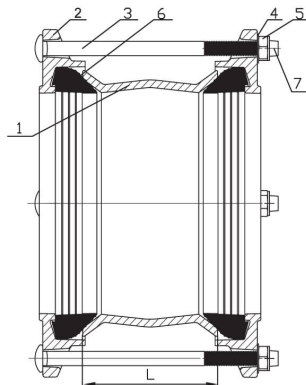

Рис. 1
1.3.1. Муфта состоит из следующих основных деталей и элементов (рис.1):